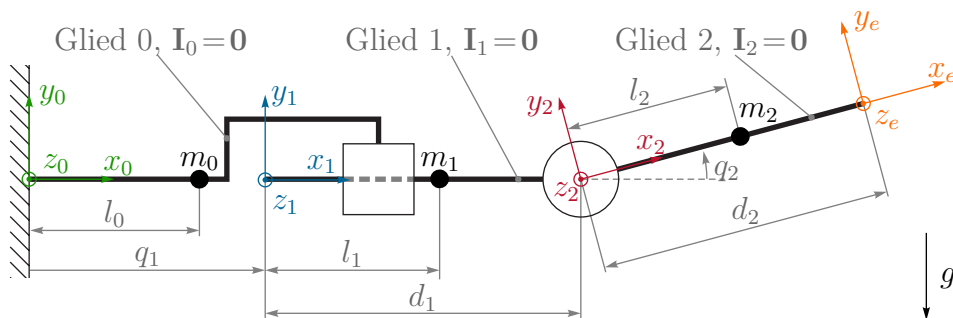

Abbildung 5: Planarer Manipulator.
a) Gegeben ist der planare Manipulator aus Abbildung 5. Alle Glieder i werden als Punktmassen m_i , $i = 0, 1, 2$, modelliert und die Massenträgheitsmomente werden vernachlässigt, d.h. $\mathbf{I}_i = \mathbf{0}$. Die Gravitation g wirkt in die negative y_0 -Richtung. Der Vektor der generalisierten Koordinaten ist $\mathbf{q} = [q_1 \ q_2]^T$.